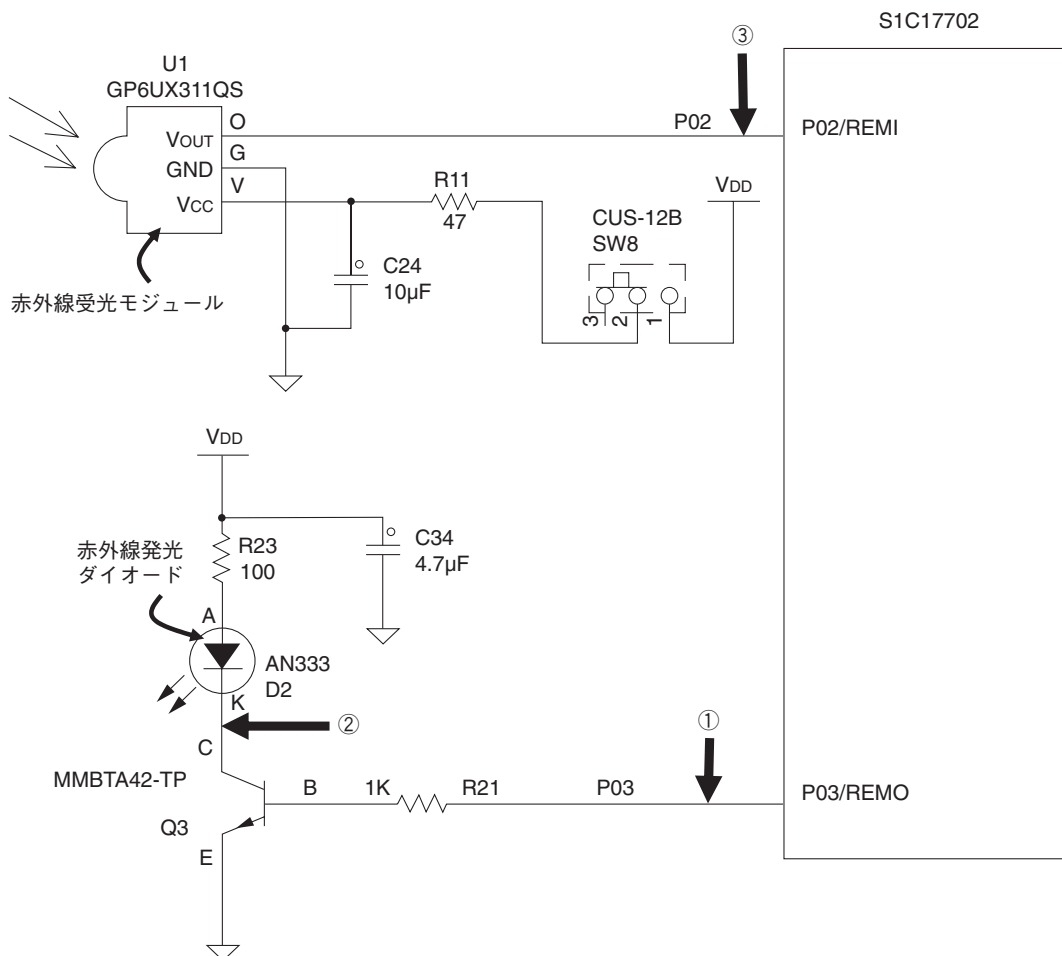

図10.1 赤外線発光/受光モジュール送受信回路
SVT17702 CPUボードに搭載の赤外線発光ダイオード(AN333)/赤外線受光モジュール(GP6UX311QS or PNA4702M)は、以下図10.1のように、S1C17702のリモートコントローラに接続されています。
この場合の送受信波形(図10.1の①~③)の観測波形を図10.1.2に示します。